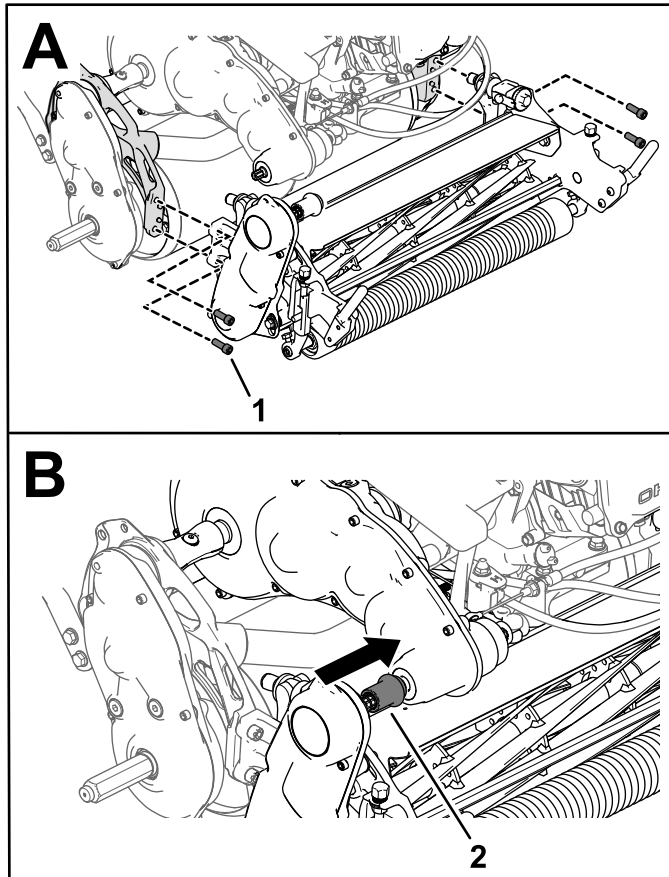

Figura 47
3. Utilize quatro parafusos de cabeça sextavada para prender a unidade de corte à estrutura (Figura 47).
4. Deslize o acoplador da transmissão da unidade de corte para o veio da transmissão (Figura 47).